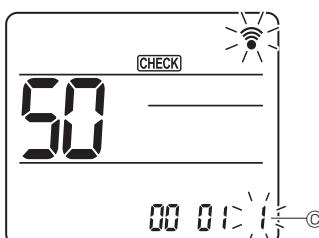

Fig. 6-19
④ Velge innstettingsnummer
Bruk **[↓]**-knappen for å endre innstettingen nummer ⑥. (Fig. 6-19)